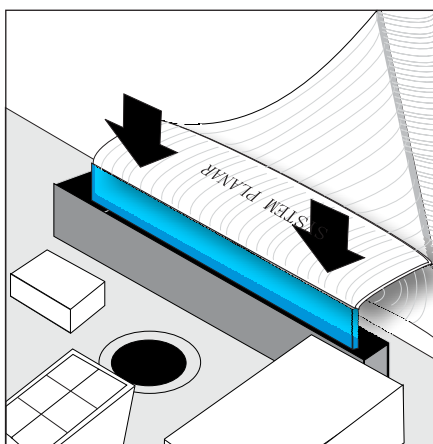

图 107. 将服务控制器电缆装入系统板
- e. “小心地”将扁平电缆（标记为“System Planar”）的一端安装到系统板，并确保将电缆笔直装入。请参阅图 107。请务必验证电缆接口端的蓝色线不可见。